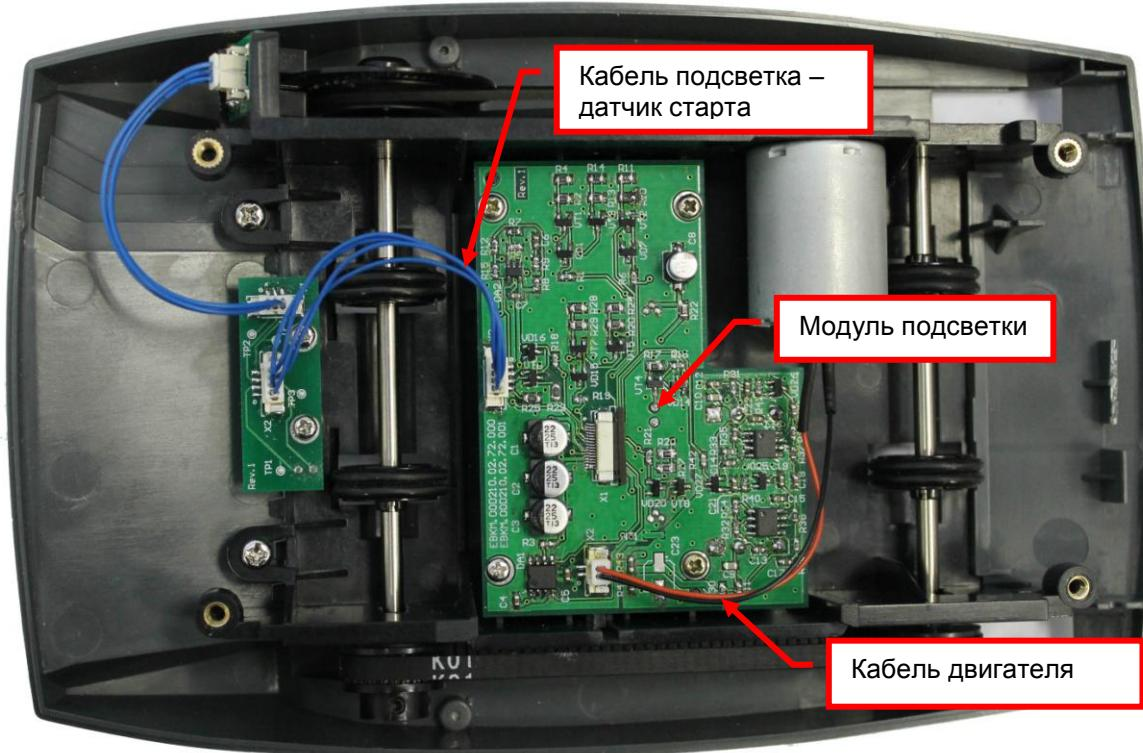

Рис. 8.21
8.9.2 Отсоедините кабель двигателя от разъема X2 модуля подсветки. Отсоедините кабель подсветка-датчик старта EBKM.00D210.00.74.000 от разъема X3 модуля подсветки (см. рис.8.21).